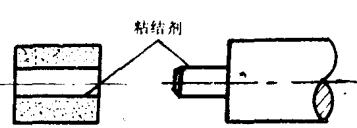

图 2-11 均匀涂上粘结剂
3. 将配制好的粘结剂均匀涂在砂轮内孔和接长轴相配合部分（图2-11）。